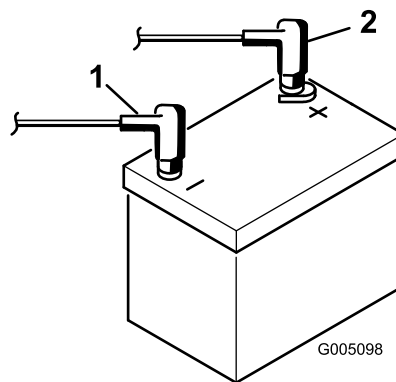

図 8
9. 赤いプラスケーブルをバッテリーのプラス端子に、黒いマイナスクーブルはバッテリーのマイナス端子にはめ、ボルトとナットで固定する 図 8。ショート防止のために端子にゴムキャップをかぶせる。